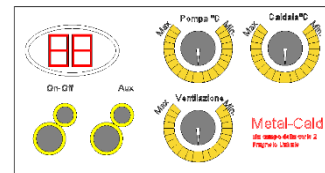

Fig. 3
h) Installare il blocco Bruciatore in modo tale che il lato **C** dello stesso sia posto in vicinanza della fig 3 (innesto parte **B** verso la parte **C**)